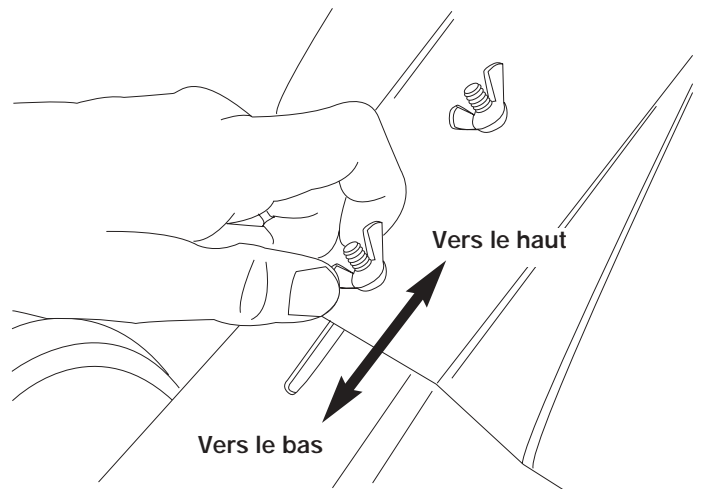

Fig. 14
2. Desserrez (sans les retirer) les deux écrous papillon du protecteur des dents (Fig. 14).